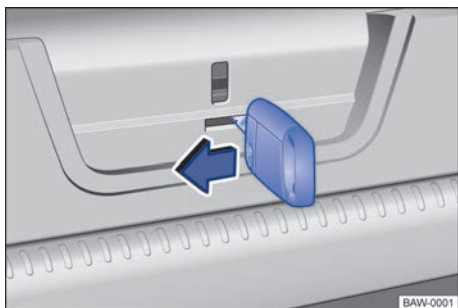

Fig. 59 En el maletero: desbloquear la tapa trasera.
- Introducir la varilla de la llave en la apertura de la tapa trasera → fig. 59 y mover la palanca de desbloqueo en la dirección de la flecha.